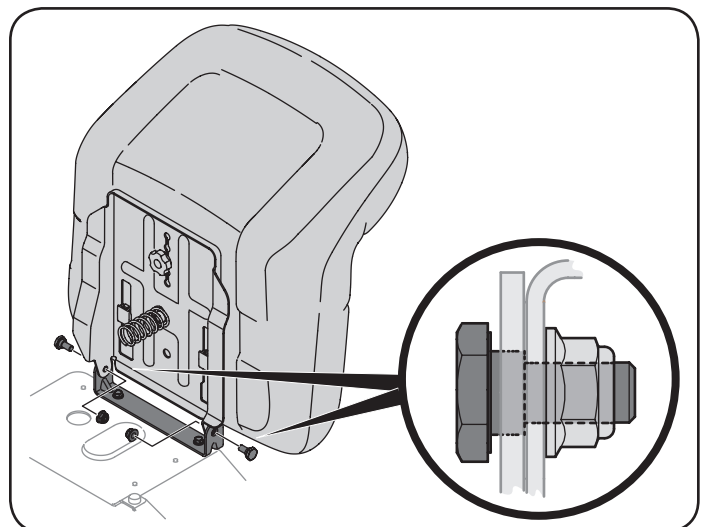

Figura 7
6. Instale los dos pernos con reborde y las tuercas de seguridad que extrajo del soporte de montaje del asiento en el Paso 1. Vea la Figura 7.